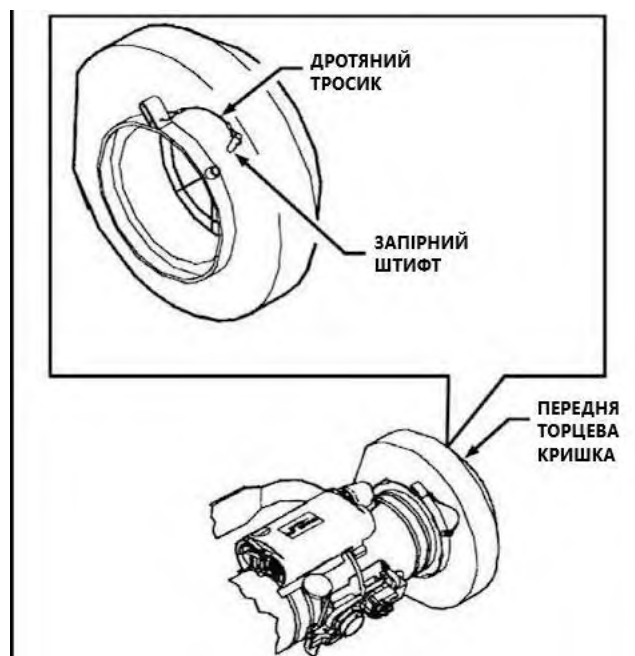

Рисунок 6.53 – Запирний штифт передньої торцевої кришки
- 5) повторно встановити стопорний штифт в отвір передньої торцевої кришки (рисунок 6.53).